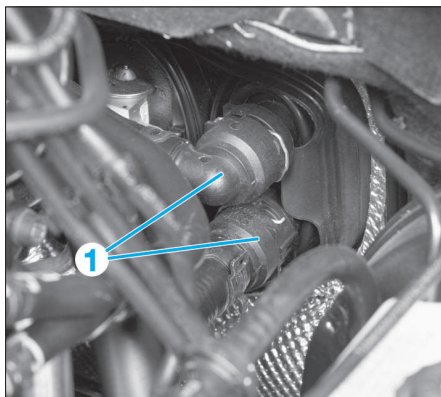

FIG. 12
- Pincer les durits de liquide de refroidissement (1) d'arrivée et de retour à l'aide de pinces-durits au niveau du tablier et les débrancher du radiateur de chauffage (Fig.12).
- Mettre des pinces durit sur les durit du radiateur de chauffage puis repérer leur position (Fig.12).